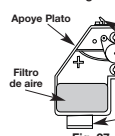

Fig. 27
2. Retire el filtro de aire (Fig. 27).
6. Vuelva a colocar el filtro (Fig. 27).
8. Gire la tapa hacia abajo hasta que la lengüeta de la placa posterior del filtro de aire se enganche en la ranura de la tapa del filtro de aire (Fig. 27).